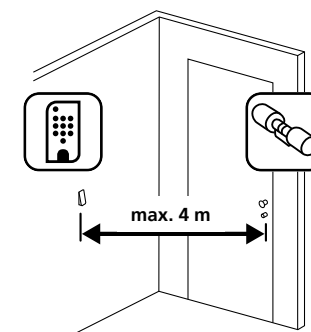

Fig. 1
- ① Maintenez le clavier à l'emplacement de montage souhaité (Fig. 1).
- 1 Percez trois trous selon les dimensions représentées dans l'illustration. Utilisez un foret de diamètre 6 mm (Fig. 1).